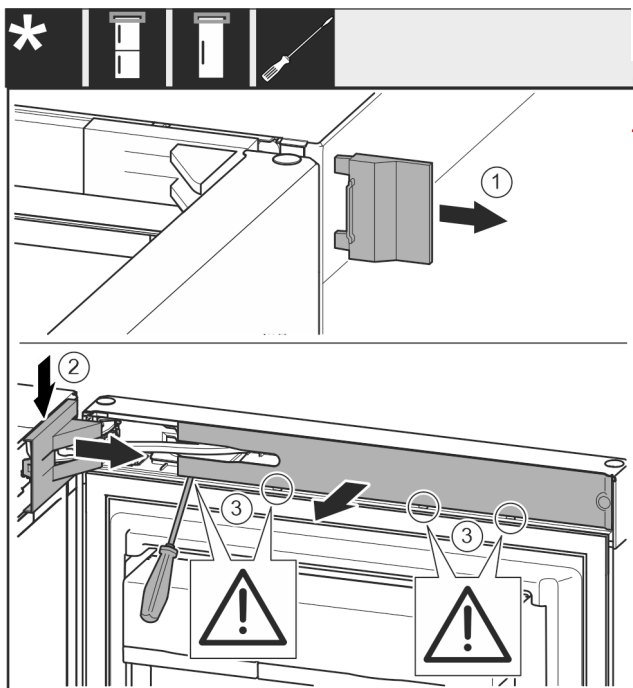

Fig. 9
- Skinite poklopac Fig. 9 (1).
- Podignite i otpustite pokrov podloška ležaja Fig. 9 (2).
- Skinite pokrov podloška ležaja Fig. 9 (2).
- Odvijačem s ravnom glavom odvojite masku Fig. 9 (3) i zakrenite je na stranu.